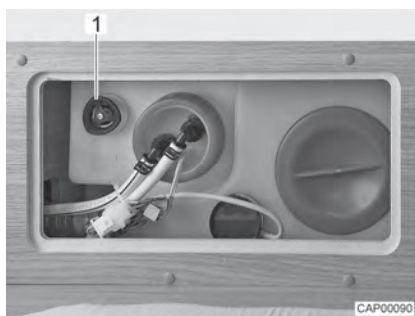

Fig. 107 Depósito de agua con tirador giratorio
- Girar el tirador giratorio (Fig. 107,1) sobre el depósito de agua en sentido de las agujas del reloj, hasta el tope.
- Girar el tirador giratorio (Fig. 107,1) sobre el depósito de agua en sentido contrario a las agujas del reloj, hasta sentir resistencia. El agua se saldrá hasta aprox. 20 litros.